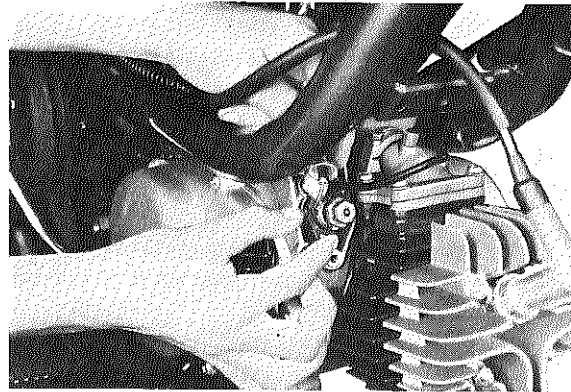

Fig. 3-1-3
8. Remove pump cover (1) and pump cable. (Fig. 3-1-3)
8. Enlever le couvercle de pompe (1) et le câble de pompe (Fig. 3-1-3)
8. Pumpendeckel (1) und Pumpenseil abnehmen. (Fig. 3-1-3)